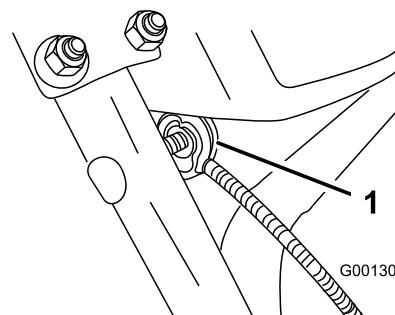

Figura 8
3. Rimuovete il dado e la rondella dalla stegola, collegate il serrafile sul cavo alla stegola, montate la rondella e il dado e serrate il dado manualmente (Figura 8).